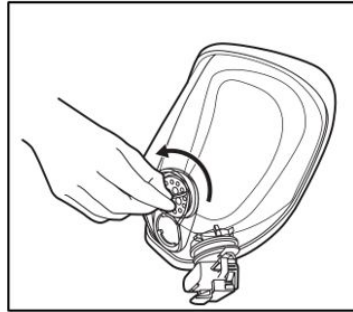

Fig.17
4. Retirer l'ensemble membrane phonique en tournant de 1/4 de tour dans le sens contraire des aiguilles d'une montre (fig. 17).
4. Retirer la membrane phonique en tournant de 1/4 de tour dans le sens contraire des aiguilles d'une montre (fig. 17).